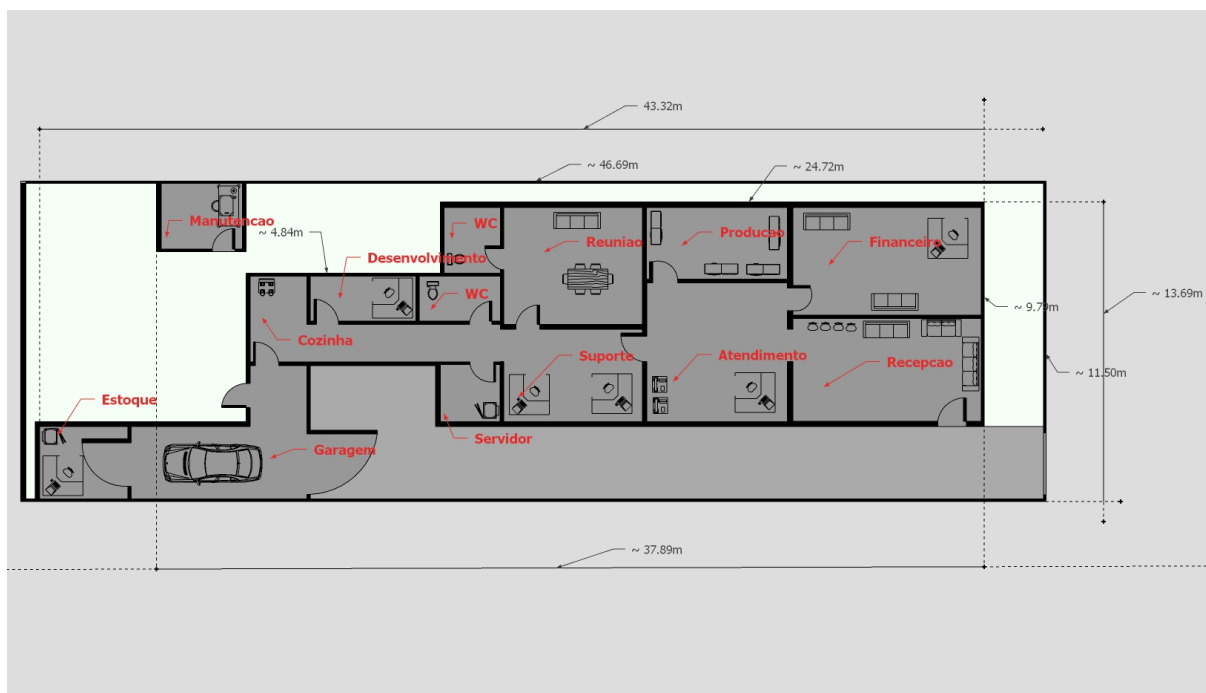
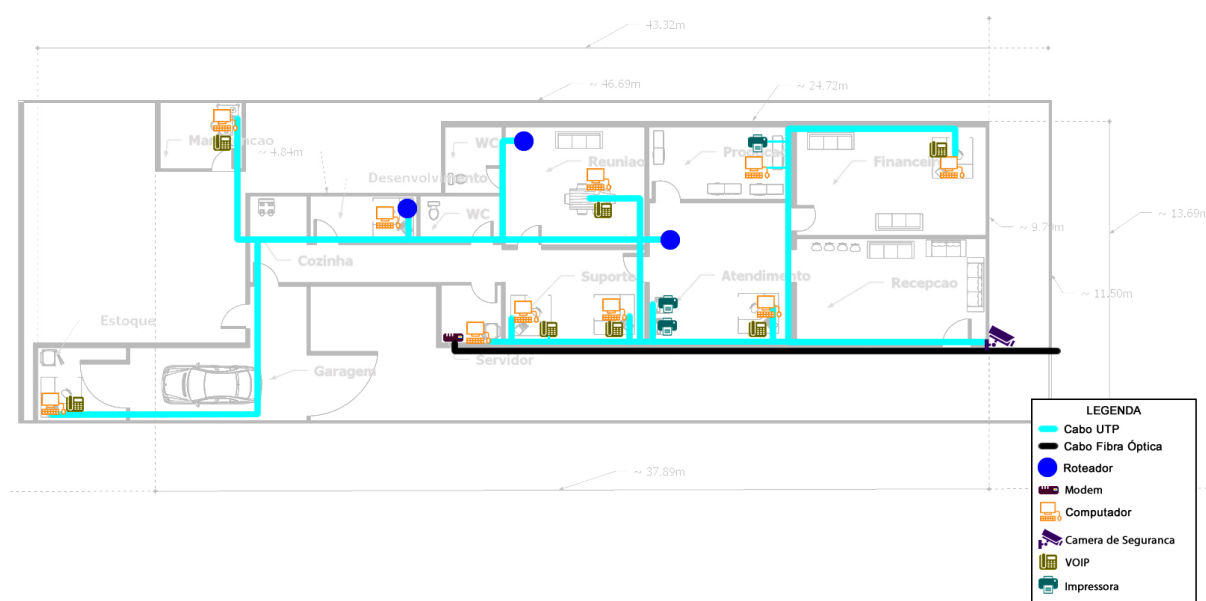

Figura 1: *Planta Atual*
Figura 2: *Planta Lógica Atual*
- Os passivos da rede: a estrutura conta com uma mini Rack de parede acoplada na sala de servidores (Figura 1). Há cabos de rede no forro das instalações interligando os equipamentos e o switch. Também há pequenas calhas de plástico para acabamento dos cabos de UTP nas paredes;
A planta (Figura 1) representa a construção atual. A construção conta com apenas um andar. A extensão máxima de área construída útil é de aproximadamente 44 metros. Com uma largura medindo cerca de 12 metros. A sala do servidor, onde é centralizada a rede, fica no centro da construção, isso facilita a distribuição de cabos no entorno do edifício.
Pegando como base a planta física (Figura 1), esboçamos sobre ela a estrutura lógica (Figura 2), dos componentes da rede e o caminho percorrido pelos cabos.
Já para conectar a área de trabalho "Manutenção" que está desmembrada da construção principal (Figura 2), será necessário eletroduto de 4 metros de comprimento, com espessura de 3 polegadas. Isso se deve pelo fato desses cabos estarem expostos à condições de estresse pelo clima.